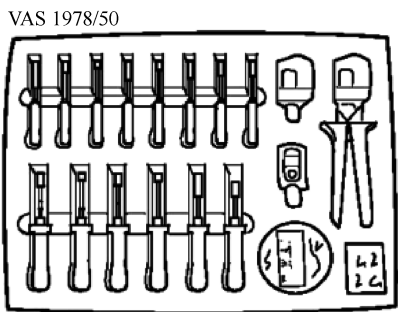

图 13-3-2 升级包 (VAS 1978/50)
2) 升级包 (VAS 1978/50), 如图 13-3-2 所示。